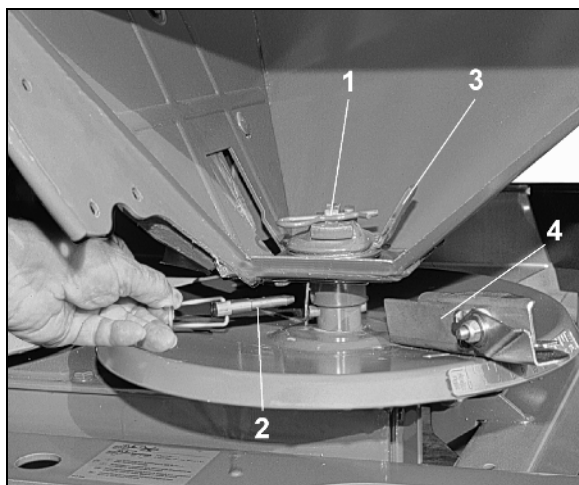

Fig. 88
1. Extraer el pasador elástico (Fig. 88/1).
2. Retirar el dedo del agitador (Fig. 88/2).